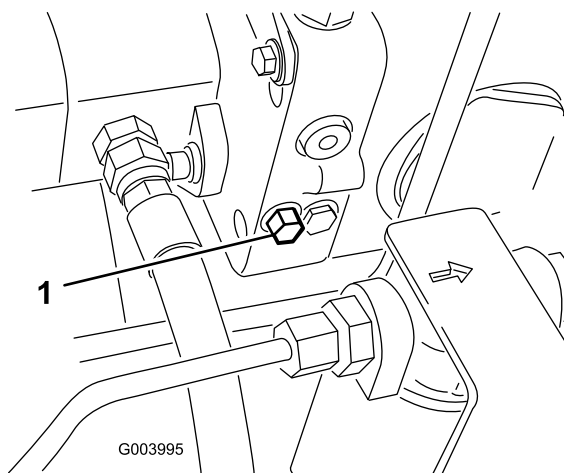

Figure 19
1. La vanne de dérivation est située du côté gauche de l'hydrostat (Figure 19). Tournez le boulon une fois et demie pour ouvrir la vanne et permettre la dérivation interne de l'huile. Il est alors possible de déplacer la machine lentement sans endommager la transmission.